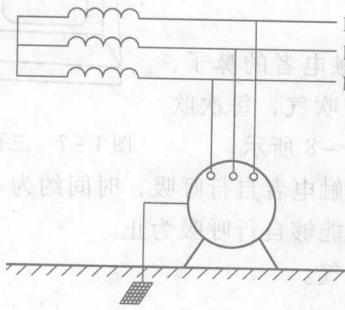

图 1-4 保护接地
(1) 电气设备的任何部分与土壤间做良好的电气连接称为接地。
(2) 保护接地的接线方法如图 1-4 所示。在电气设备的外壳上, 用导线与地面的接地装